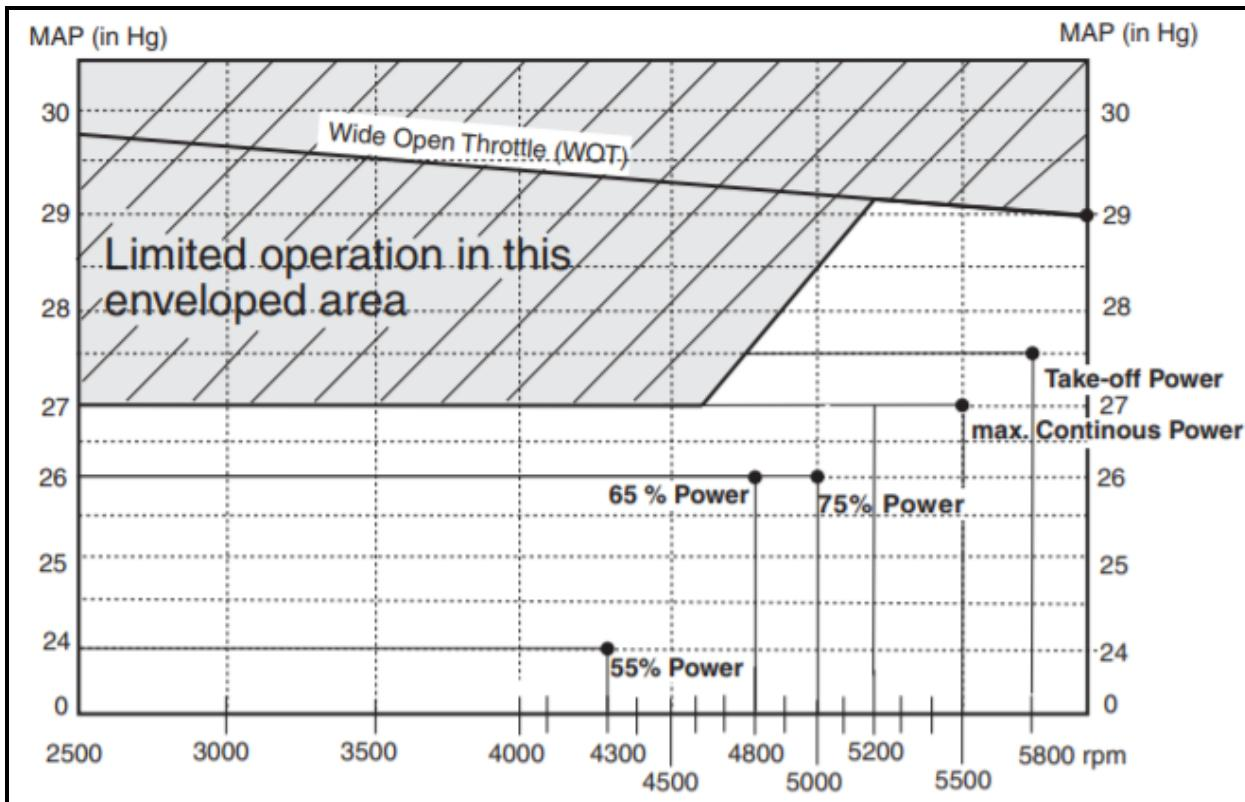
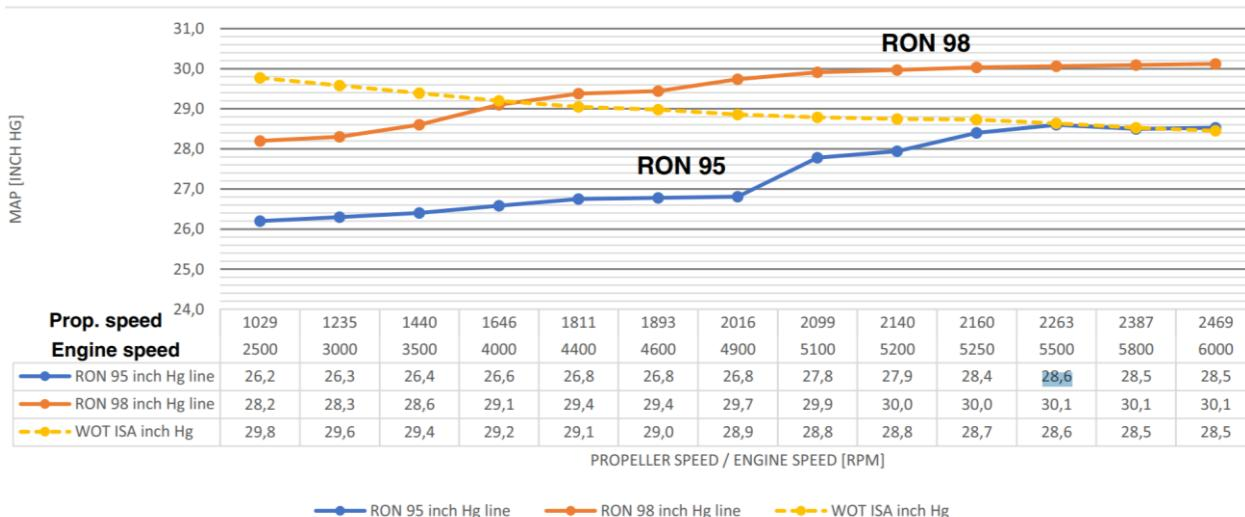

Figura 1: Prestazione e Map per Rotax 912ULS.
Figura 2: Settaggi motore al variare della gradazione del carburante.
Per quanto riguarda le limitazioni del motore indicate nel capitolo 2 e secondo l'EOM, l'uso continuo della del motore sotto ai 5200 RPM deve seguire la prescrizioni di MAP in Figura 1, Figura 2 e Tabella 58 (applicabile solo ad altitudini di pressione inferiori a 3500 ft):
**Tabella 65: Crociera veloce (vedi Figura 1 per i settaggi della MAP).**
**Tabella 66: Crociera normale (vedi Figura 1 per i settaggi della MAP).**